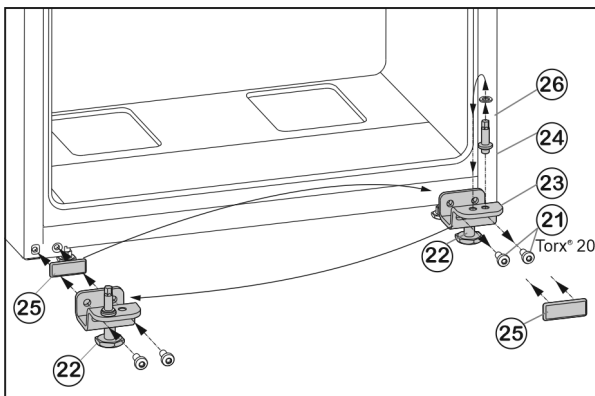

Fig. 7
- ▶ Odvijte pričvrstne vijke Fig. 7 (21).
- ▶ Skinite cijeli podložak ležaja dolje Fig. 7 (23) zajedno sa svornjakom ležaja Fig. 7 (24), pločicom Fig. 7 (26) i podesivom nožicom Fig. 7 (22).
- ▶ Potpuno odvijte svornjak ležaja Fig. 7 (24) zajedno s pločicom Fig. 7 (26), premjestite ga u suprotnu prihvatnu rupu podloška ležaja i ponovo zavijte.
- ▶ Pažljivo skinite poklopac Fig. 7 (25) i premjestite ga na drugu stranu.
- ▶ Cijeli podložak ležaja dolje Fig. 7 (23) zajedno sa svornjakom ležaja Fig. 7 (24), pločicom Fig. 7 (26) i podesivom nožicom Fig. 7 (22) ponovno pričvrstite na novoj strani šarke, po potrebi uz pomoć odvijača na baterije (s 4 Nm).
- ▶ Stavite donja vrata odozgo na svornjak ležišta Fig. 7 (24).
- ▶ Odvijte podesivu nožicu Fig. 7 (22) napodlošku ležaja dolje Fig. 7 (23) tako da se podupre o pod.